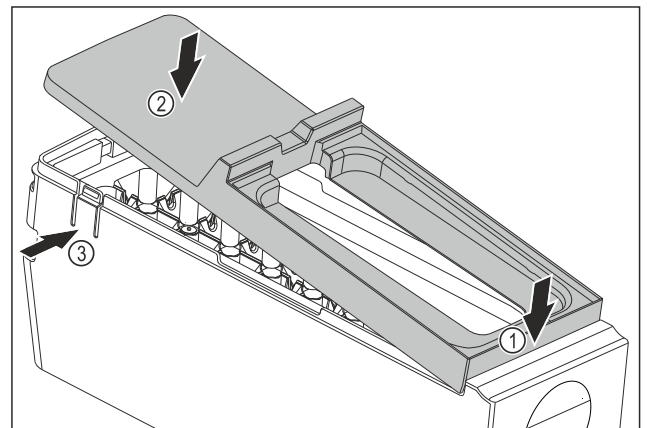

Fig. 81
- ▶ Montaż osłony korpusu EasyTwist-Ice: Osłonę założyć od przodu. Fig. 81 (1)
- ▶ Opuścić osłonę z tyłu. Fig. 81 (2)
- ▷ Osłona zatrzaskuje się słyszalnie w obu nakładkach Fig. 81 (3).